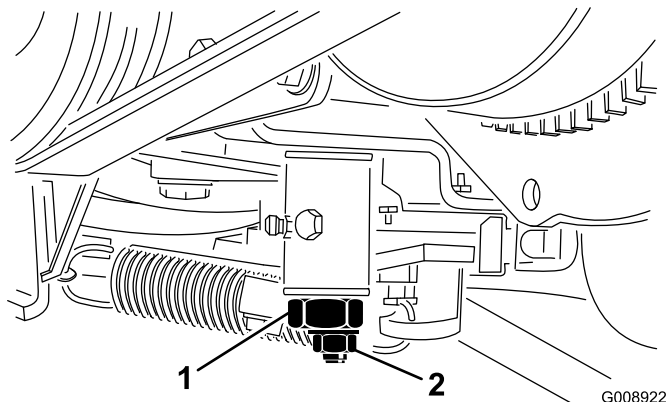

図 49
2. 噴射ポンプのレバー・アーム (図 49) の部分にあるスロットル・ケーブルのコネクタをゆるめる。